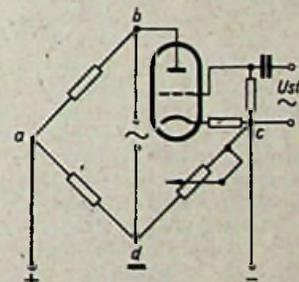

Abb. 3. Prinzipskizze einer Wechselrichteranordnung mit Elektronenröhre
2. An Stelle des Kontaktes tritt eine Röhre (Abb. 3). Diese arbeitet als ver-